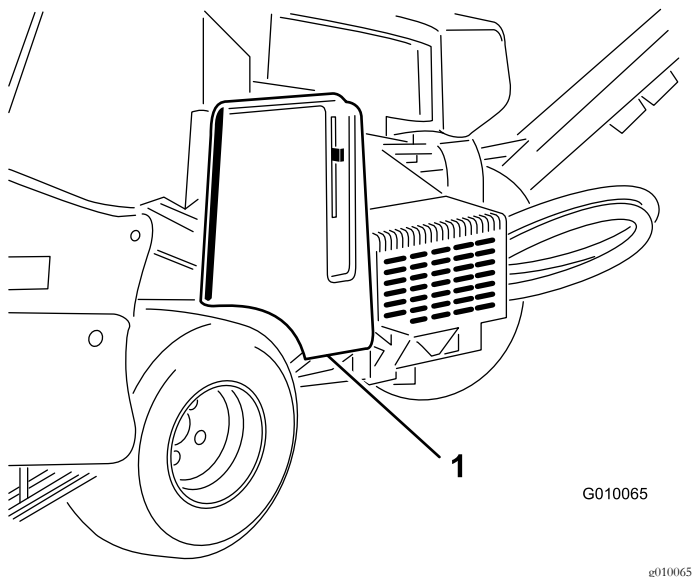

Figura 55
2. Abra la cubierta de la correa y retírela (Figura 55).